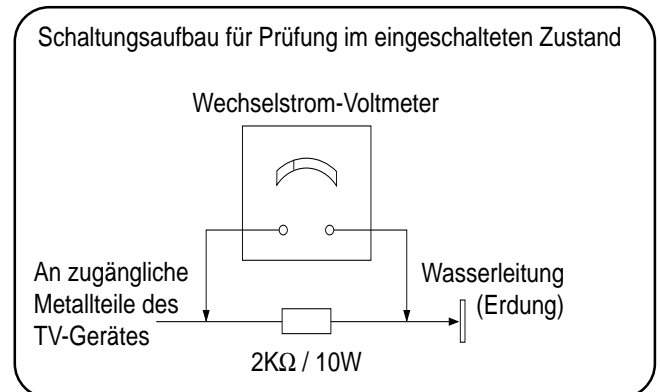

Abb.1a Messung des Kriechstromes
2. Einen $2k\Omega/10W$ -Widerstand in Serie mit einem von außen zugänglichen Metallteil am Fernsehgerät und einer guten Erdung, z.B. Wasserleitung, anschließen (Abb.1a).